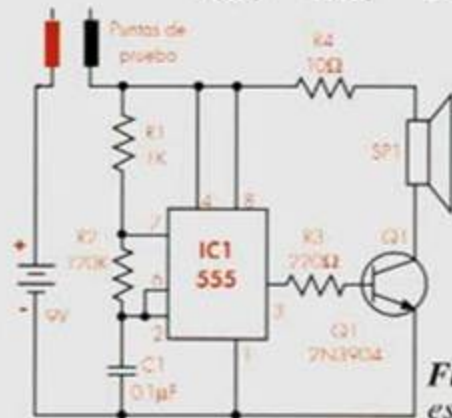

Figura 1. Diagrama esquemático
1. Arme en el protoboard el circuito que aparece en el diagrama esquemático de la figura 1. Puede utilizar el diagrama pictórico como guía de montaje. Los componentes se pueden montar en cualquier orden a excepción de la batería, la cual deberá quedar de última. Revise la orientación del circuito integrado, de tal modo que sus pines no queden invertidos.